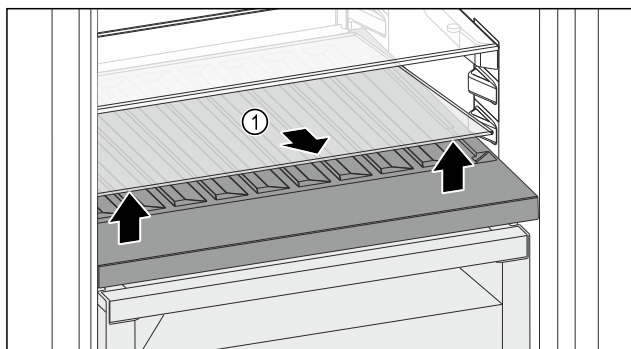

Fig. 183
- ▶ Приподнимите стеклянную пластину *Fig. 183 (1)* за выемку спереди и извлеките.
- ▶ Уложите стеклянную пластину *Fig. 183 (1)* на хранение вне устройства.
- ▶ Установите стеклянную пластину (2) под сменной полкой для хранения бутылок.